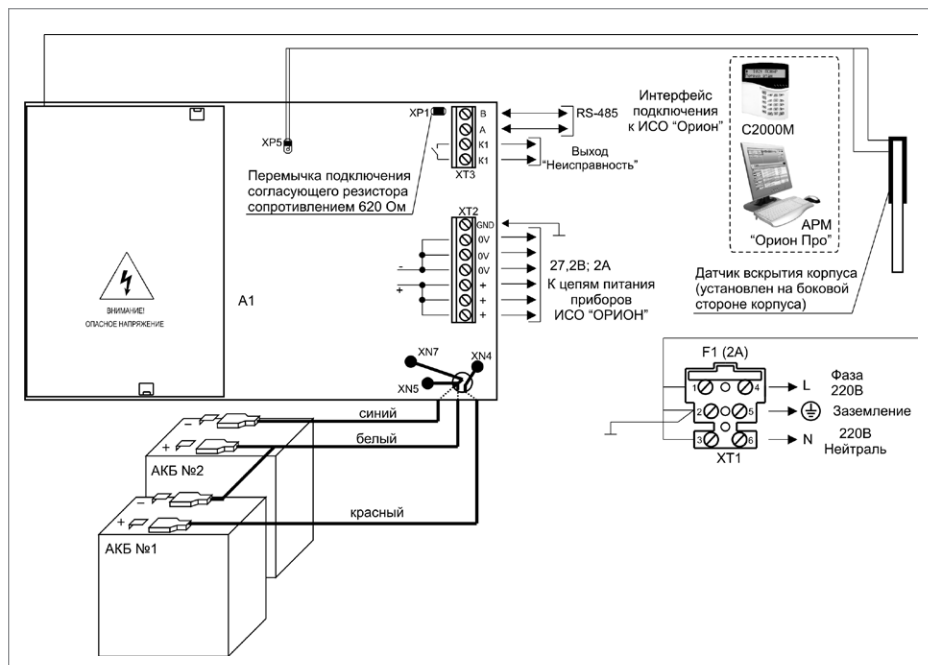

Рисунок 5. Схема внешних соединений РИП-24 исп.50 (РИП-24-2/7М4-Р-РС)
2.6. Схемы подключения РИП-24 исп.50 (РИП-24-2/7М4-Р-RS) и РИП-24 исп.51 (РИП-24-2/7П1-Р-RS) приведены на рис. 5 и 6 соответственно.
2.16. Проверьте правильность произведённого монтажа в соответствии со схемой подключения (Рис. 5 и 6).
- 2.26. Отключите АКБ от платы РИП, отсоединив контакты Х1, Х2, Х3, Х4 от клемм АКБ (см. рис. 5 и 6).